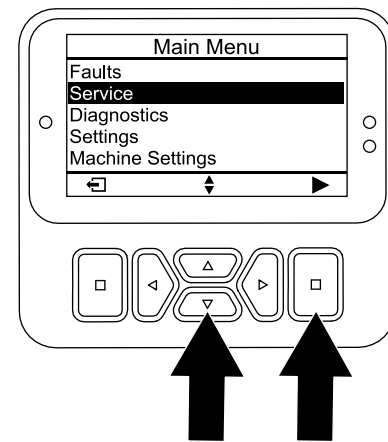

Figura 166
5. Pulse el botón Bajar hasta que quede seleccionada la opción MANTENIMIENTO, luego pulse el botón Seleccionar (Figura 166).